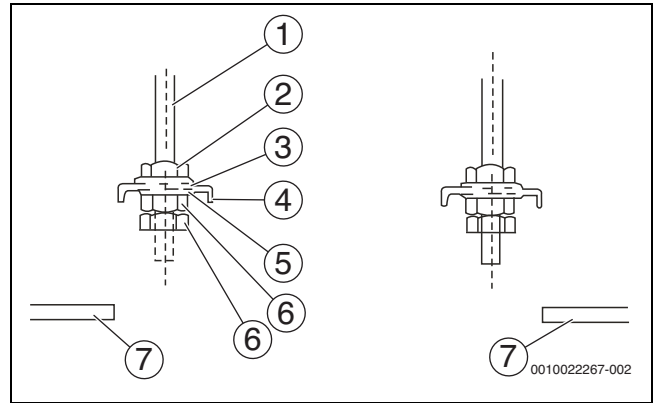

Рис. 10
1. Отрегулируйте положение гаек. Размер зазора между шайбой (нижней части) и потолком определяется фактической конструкцией потолка (→ рис. 10).